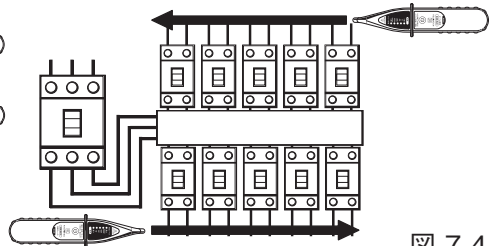

図 7-4
- カバー内のブレーカーの負荷側が分からない場合は、カバーを外し、直接被覆線に接触して感度調整を行うことも可能です。(図7-4)